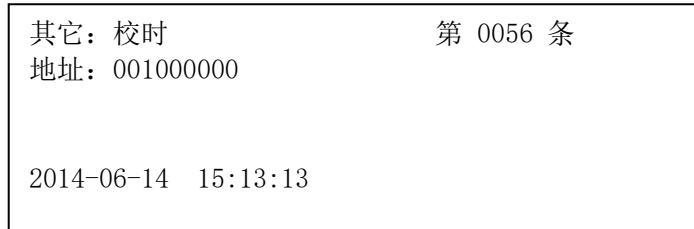

图5-22
- ◆ 按‘8’进入用户历史查询界面如（图5-22）所显示的一条用户历史记录。